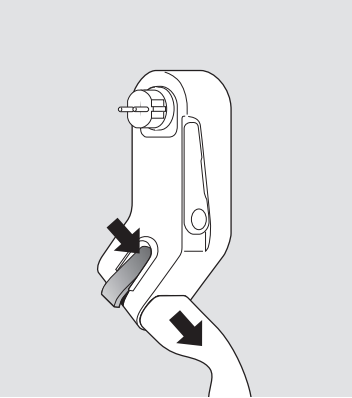

Fig. 3: Desbloqueio da tomada tipo 2
- Desbloquear o suporte de parede (E) com o botão (D) e dobrar na direção da seta até parar.
- Inserir a ficha elétrica (A) numa tomada elétrica adequada, para que a estrutura fique suspensa para baixo. A Mobility Dock efetua um auto-teste.
- Desligue a Mobility Dock (A) da tomada elétrica
- Desbloqueie (D) o suporte de parede (E) e coloque na posição de início
- Caso necessário, desbloqueie a ficha de carregamento com a alavanca laranja (B) e desligue (Consultar a Fig. 3)